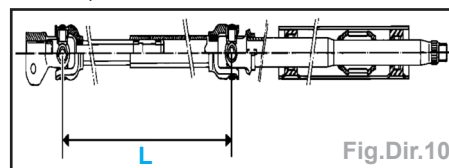

Fig.Dir.10
- Contrôler que : **L = 269,35 +/- 1 mm** (Fig. Dir.10).